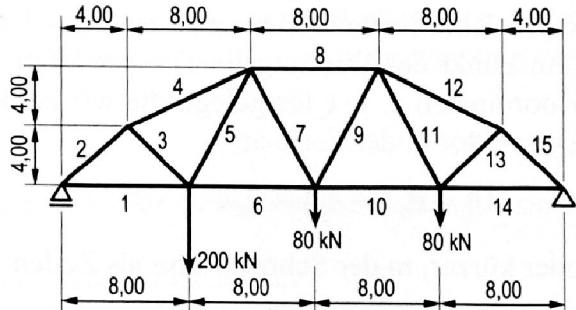

Bild 7.13: Fachwerkbrücke
3. Fachwerkbrücke (**Bild 7.13**).